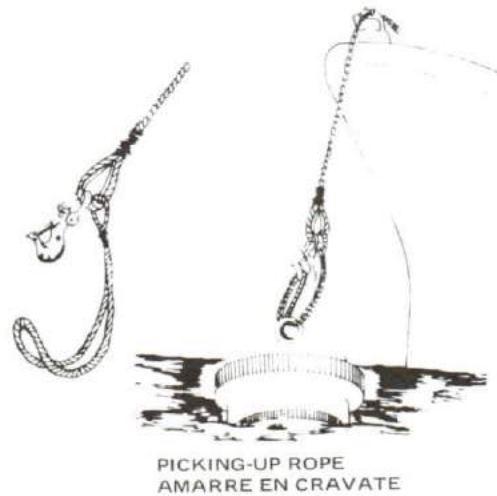
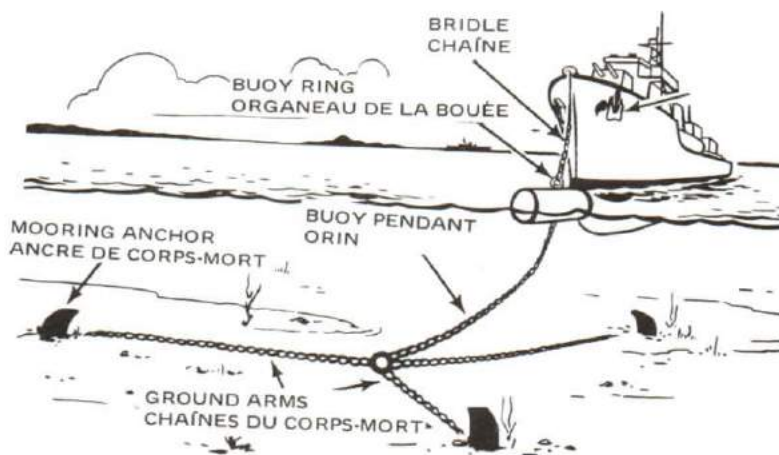

Figure 11-70
Figure 11-71
2. When securing to the ring of the buoy, a picking-up rope is used. See Figure 11-70. This is a nylon hawser having a strop and a spring hook shackled to the eye. When the ship arrives at the buoy a boat is lowered and two men, referred to as buoy jumpers, are taken to the buoy. The picking-up rope is passed to the buoy jumpers who pass the strop through the ring of the buoy and back over the hook. The buoy jumpers are then taken from the buoy by the boat and the inboard end of the picking-up rope is taken to the capstan and heaved in until the buoy is close up to the stem. See Figure 11-71.
2. Pour l'amarrage à l'organeau de la bouée, on utilise une amarre en cravate (voir la figure 11-70). Il s'agit d'une aussière en nylon munie d'une estrope et d'un croc à ressort maillé sur l'oeil. Lorsque le navire s'approche de la bouée, on amène une embarcation avec deux hommes qui sautent sur la bouée. On leur envoie alors l'amarre, ils passent l'estrope dans l'organeau puis la ramènent sur le crochet. L'embarcation reprend les hommes et l'extrémité de l'amarre restée à bord est garnie sur le cabestan et virée jusqu'à ce que la bouée se trouve près de l'étrave (voir la figure 11-71)